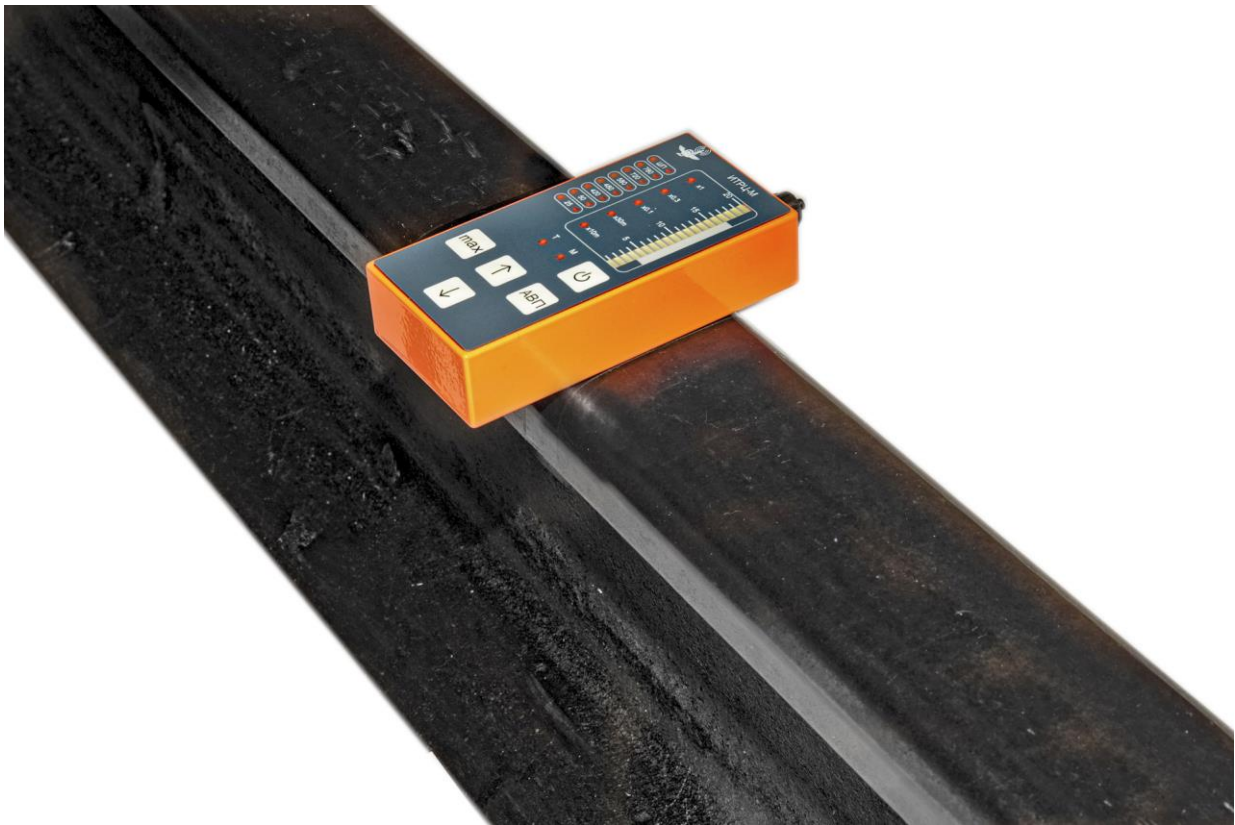

Рис.4
7.4.1 Включить питание прибора и установить ИТРЦ-ЧМ на головку рельса поперек оси рельса (рис.4)